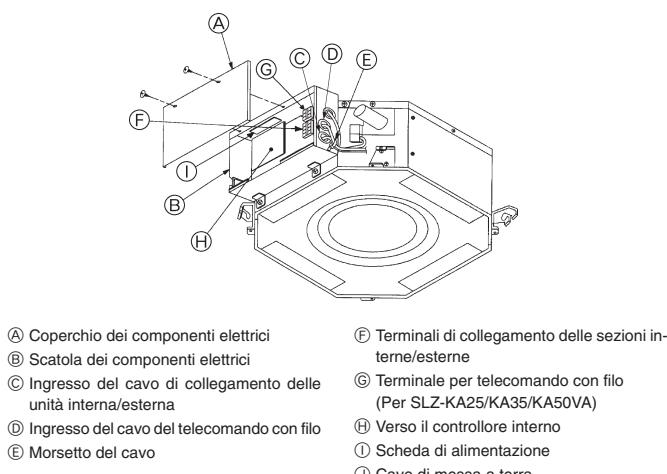
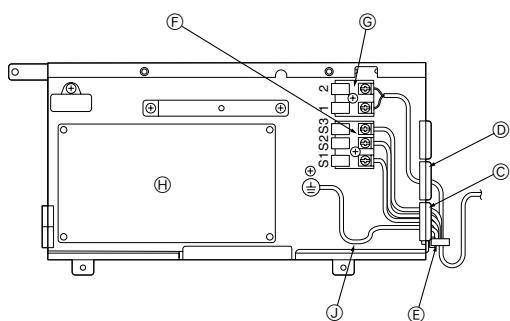

Fig. 7-2
Fig. 7-3
7.2. Sezione interna (Fig. 7-2) (Fig. 7-3)